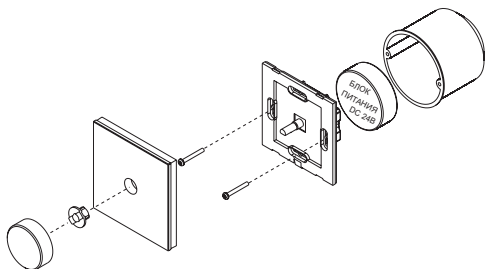

Рис.2. Крепление панели и установка блока питания.
- 3.3. Закрепите панель в месте установки (Рис.2), для чего: